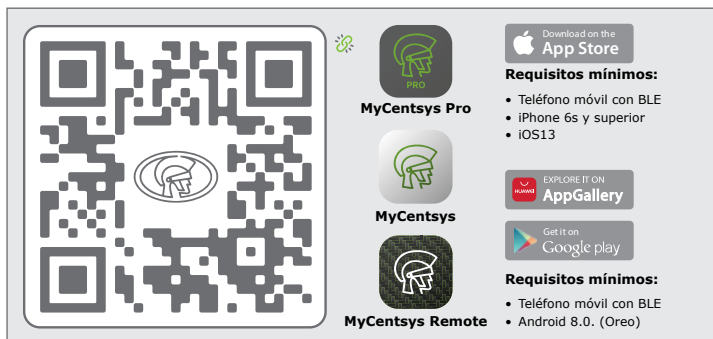

FIGURA 87
1. Acceda o escanee el código QR o el ícono de la tienda de aplicaciones correspondiente que se muestra en la Figura 87.